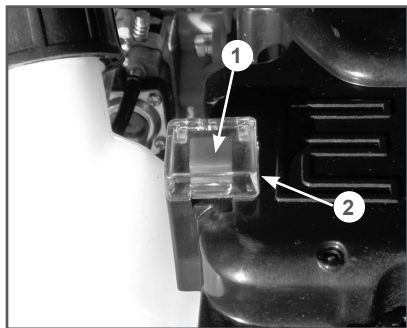

Рис. 14 Кнопка запуска
7. Правой рукой поднимите защитный колпачок 2 кнопки запуска 1 (Рис. 14), затем нажмите кнопку. Двигатель запускается только на короткое время и сразу глохнет.